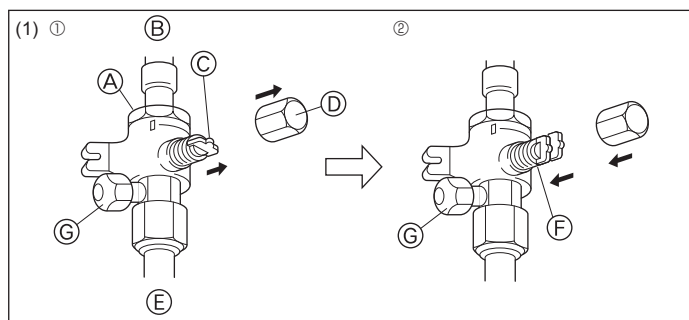
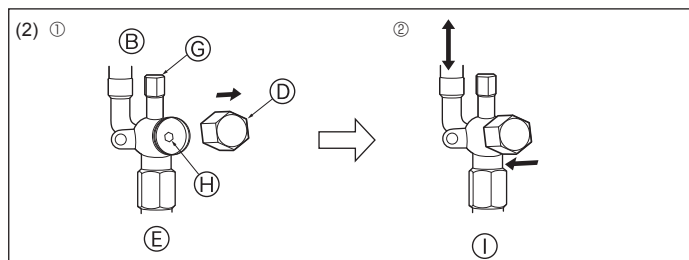

Fig. 4-12
Fig. 4-13
- (1) Πλευρά αερίου (Fig. 4-12)
- ① Βγάλτε το καπάκι, τραβήξτε τη λαβή προς την πλευρά σας και περιστρέψτε κατά το 1/4 της στροφής προς τα αριστερά για να ανοίξει.
- ② Βεβαιωθείτε ότι η ανασταλτική βαλβίδα έχει ανοίξει πλήρως και περιστρέφοντας επαναφέρετε το καπάκι στην αρχική του θέση.
- (2) Πλευρά υγρού (Fig. 4-13)
- ① Βγάλτε το καπάκι και περιστρέψτε το στέλεχος της βαλβίδας προς τα αριστερά έως το τέρμα χρησιμοποιώντας ένα εξαγωνικό κλειδί 4 mm. Σταματήστε να περιστρέφετε έως ότου φτάσει στον αναστολέα. (σβ.35: Περίπου 4,5 στροφές) (σβ.52: Περίπου 10 στροφές)